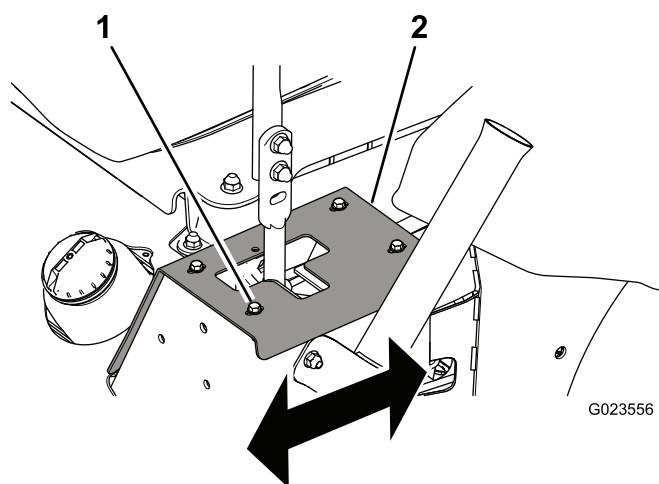

Figura 54
- Si se desvía hacia la derecha, afloje los pernos y ajuste la placa de tope izquierdo hacia atrás hasta que la máquina avance en línea recta (Figura 54).
- Si se desvía hacia la izquierda, afloje los pernos y ajuste la placa de tope derecho hacia atrás, hasta que la máquina avance en línea recta (Figura 54).
1. Perno (4) 2. Placa de tope
- Apriete los pernos para sujetar la placa de tope (Figura 54).